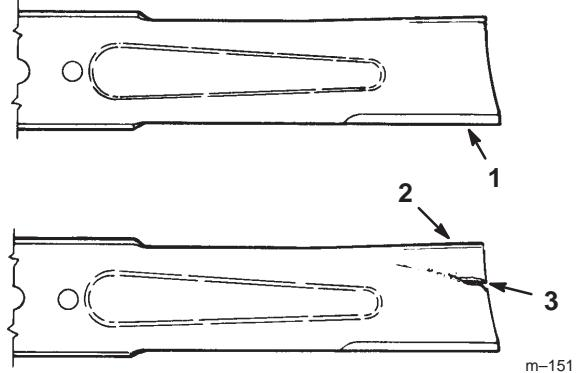

Figure 28
1. Inspectez les tranchants des lames (Fig. 28). Si les lames ne sont pas tranchantes ou si elles présentent des indentations, déposez-les et aiguisez-les (voir Aiguisage des lames, page 30).
2. Inspectez les lames, surtout la partie incurvée (Fig. 28). Remplacez immédiatement toute lame endommagée, usée ou qui présente une entaille (repère 3 de la Fig. 28).